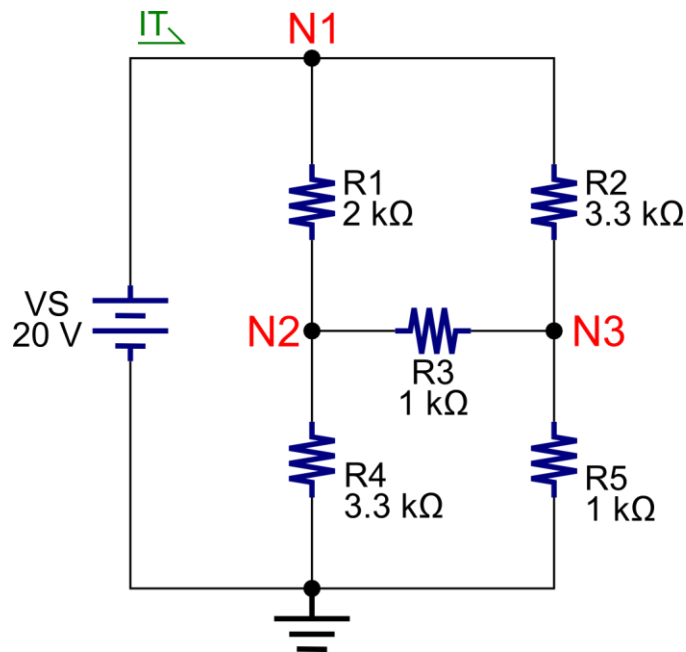
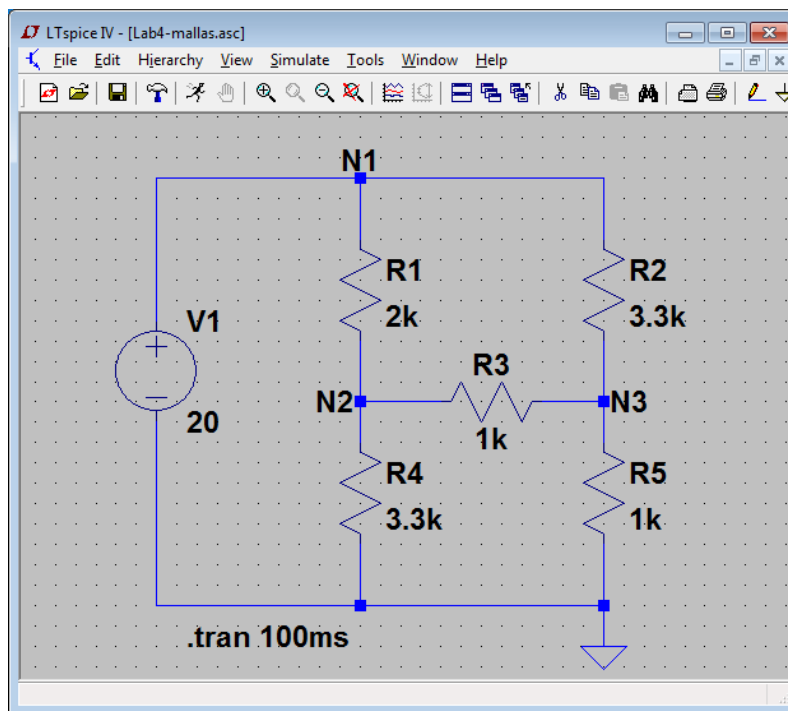

Figura 1. Circuito de comprobación de análisis de mallas y análisis de nodos.
Figura 2. Estructura del circuito de medición implementada en LTspice.
10. Proceda a construir el resto del circuito de medición de la Figura 1. Deberá armar el circuito como se muestra en la Figura 2.